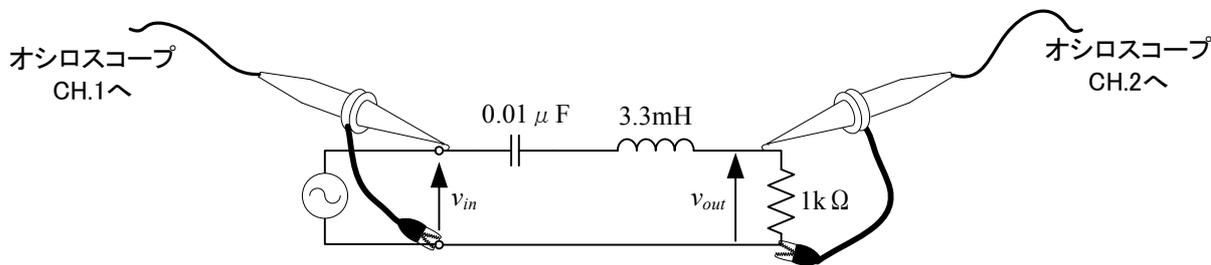

図5-5 LCR直列共振回路
(1) 図5-5はLCR直列共振回路である。このオシロスコープのCh.1に入力波形を、Ch.2に出力波形を接続して周波数特性を測定すること。なお、測定は以下のように行うこと。